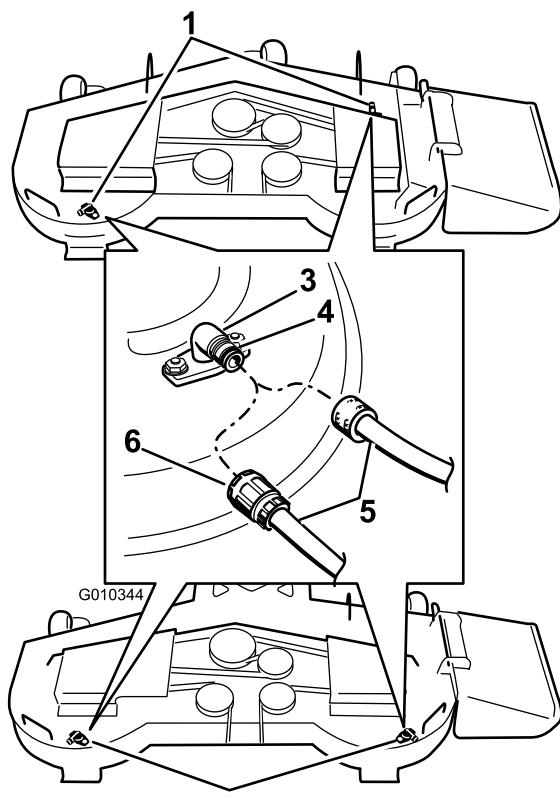

Figura 75
3. Montate il manico del tubo flessibile sul raccordo di lavaggio del tosaerba, quindi aprite il rubinetto per erogare un getto forte (Figura 75).